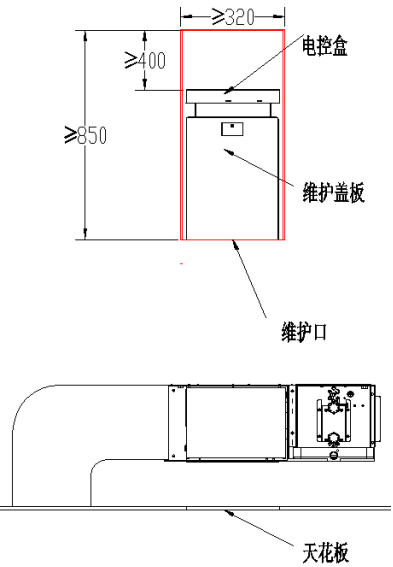

图 3.7
1.HK51WA 和 HK68WA 开维护口大小对应参考数值见图 3.7